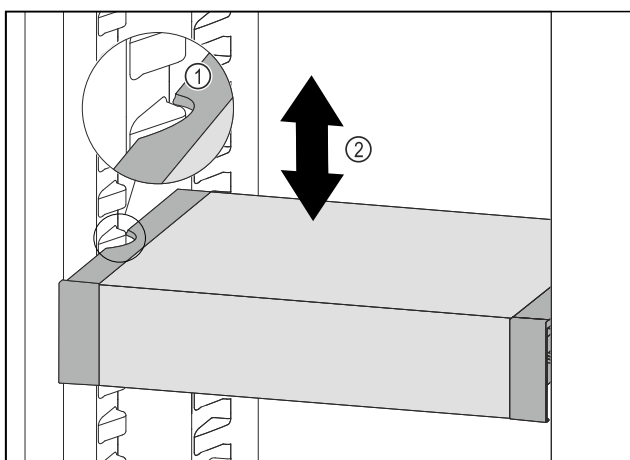

Fig. 165
- ▶ Táhněte VarioSafe dopředu, dokud nebudou boční vybrání VarioSafe na úrovni žebrování na nádoby v chladniče. Fig. 165 (1)
- ▶ Posouvejte VarioSafe v chladniče nahoru nebo dolů, dokud nedosáhnete požadované výšky. Fig. 165 (2)